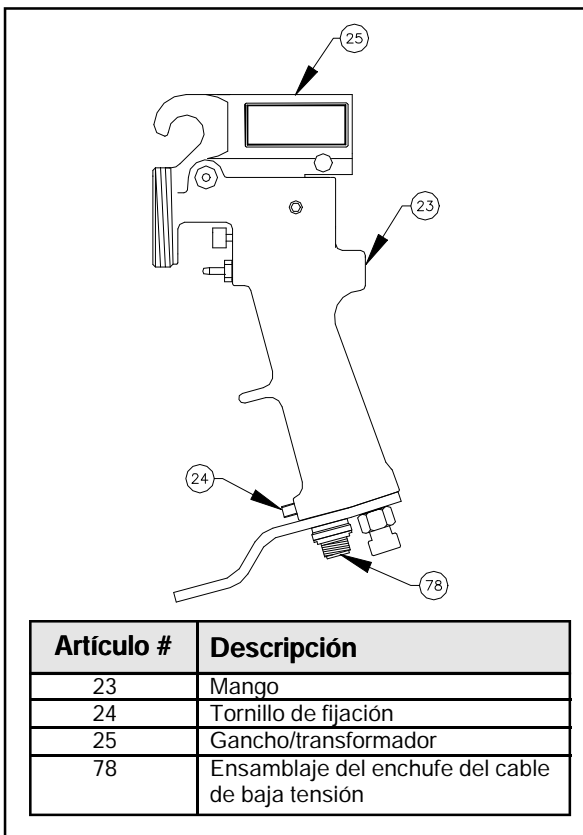

Figura 23: Remoción del enchufe del cable de baja tensión
-CONSULTE LA FIGURA 23
ubicado hacia la parte inferior del mango en el lado delantero (consulte la figura 23).